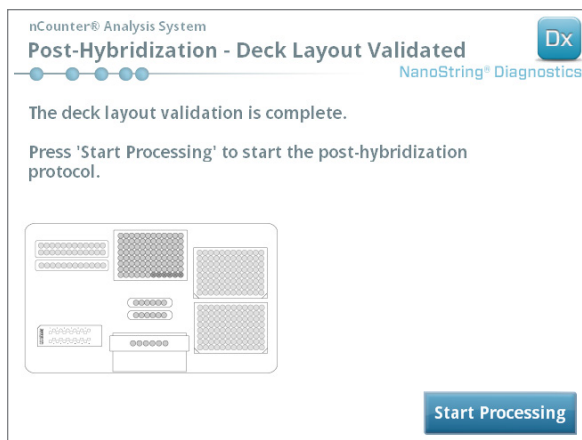

ABBILDUNG 5.27: Der Bildschirm „Post-Hybridization – Deck Layout Validated“ (Posthybridisierung – Decklayout validiert)
- c. Wenn die Validierung des Decks abgeschlossen ist (**ABBILDUNG 5.27**), wird ein Bildschirm mit der Schaltfläche **Start Processing** (Verarbeitung starten) angezeigt. Tippen Sie auf **Start Processing** (Verarbeitung starten), um den Lauf zu initiieren.